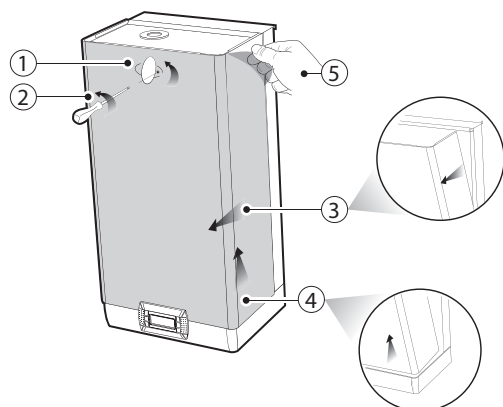

Рис. 1.е
4. закрепите увлажнитель на стене через отверстие/отверстия в нижней части на его задней стенке (Рис. 1.d).